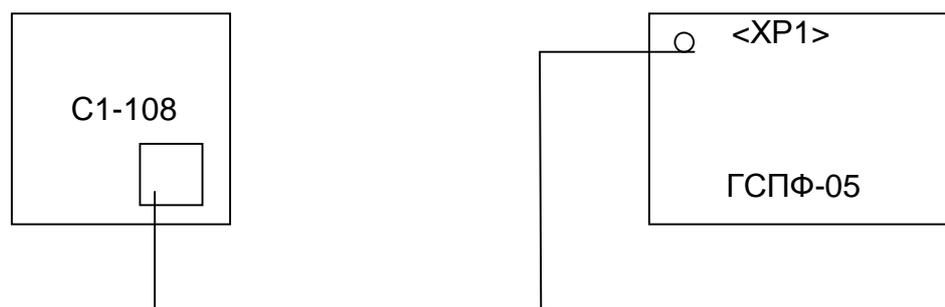

Рис. 7. 4
7.5.3.3.1 Собирается измерительная схема так, как показано на Рис. 7. 4.